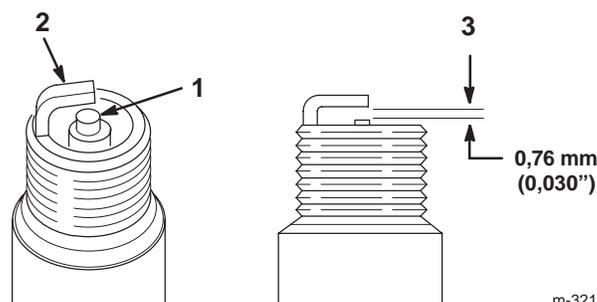

Figure 39
1. Inspectez le centre des bougies (Fig. 39). Si le bec de l'isolateur est recouvert d'un léger dépôt gris ou brun, le moteur fonctionne correctement. S'il est couvert d'un dépôt noir, c'est généralement signe que le filtre à air est encrassé.
2. Contrôlez l'écartement entre l'électrode centrale et l'électrode latérale (Fig. 39). Courbez l'électrode latérale si l'écartement est incorrect (Fig. 39).